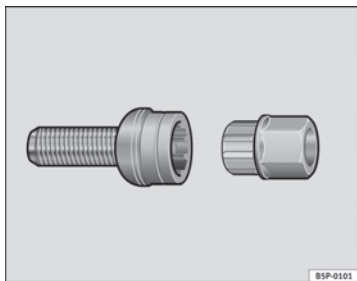

Abb. 187 Diebstahlhemmende Radschrauben
- Setzen Sie den Adapter bis zum Anschlag in der diebstahlhemmenden Radschraube ein → Abb. 187.